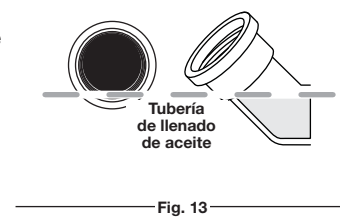

Fig. 13
5. Mire dentro del orificio de llenado de aceite (use una linterna de ser necesario). El aceite deberá estar tocando apenas la parte inferior de la rosca (Fig. 13).
6. Si el nivel de aceite no está tocando la parte inferior de la rosca del orificio de llenado de aceite, añada una pequeña cantidad de aceite en el orificio de llenado de aceite y vuelva a comprobar (Fig. 13). Repita este procedimiento hasta que el nivel de aceite llegue a la parte inferior de la rosca en el orificio de llenado de aceite.